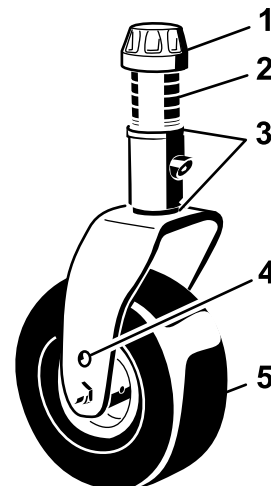

Bild 32
3. Stellen Sie die Beilagscheiben (3 mm) an den vorderen Laufradgabeln auf die entsprechende Schnitthöhe auf dem Aufkleber ein (Bild 32), siehe Einstellen der Schnitthöhe \(Seite 27\).